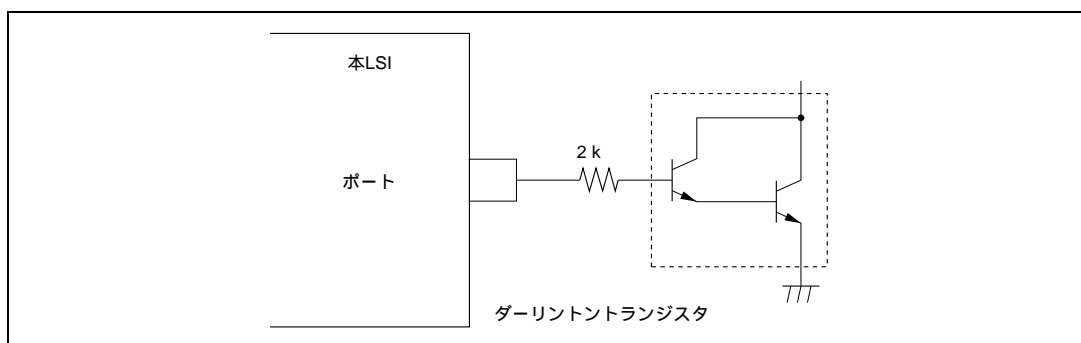
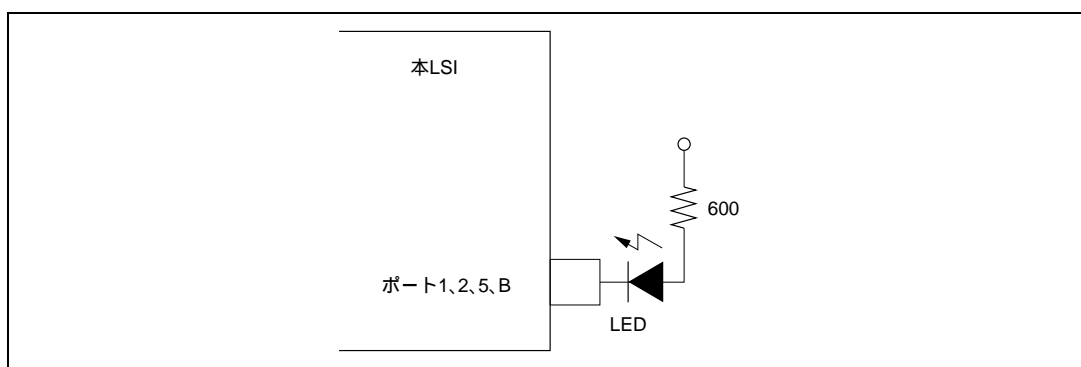

図 23.1 ダーリントトランジスタ駆動回路例
図 23.2 LED 駆動回路例
2. ダーリントトランジスタや、LED を直接駆動する場合には、図 23.1、図 23.2 に示すように、出力に必ず電流制限抵抗を挿入してください。